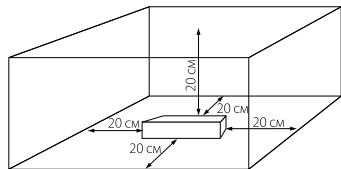

Рисунок 3.
- 4.2. Для естественной вентиляции обеспечьте свободное пространство вокруг источника питания не менее 20 см, как изображено на Рис. 3. При невозможности обеспечить свободное пространство используйте принудительную вентиляцию.